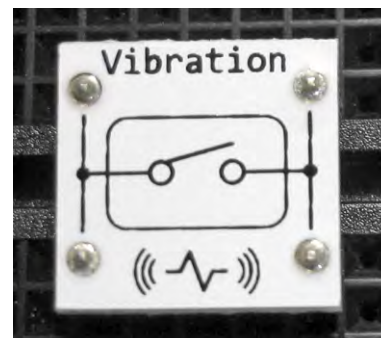

Bild 8: Vibrationssensor aus dem PAD-PRO-EXSB Professional-Set
- Wie kann man einen Schalter einsetzen, der im Normalzustand geschlossen ist und bei Aktivierung kurz öffnet? Ein solcher Sensor (Bild 8) ist z. B. im PAD-PRO-EXSB Professional Set enthalten. Wie kann dieser am Alarmsensor verwendet werden?